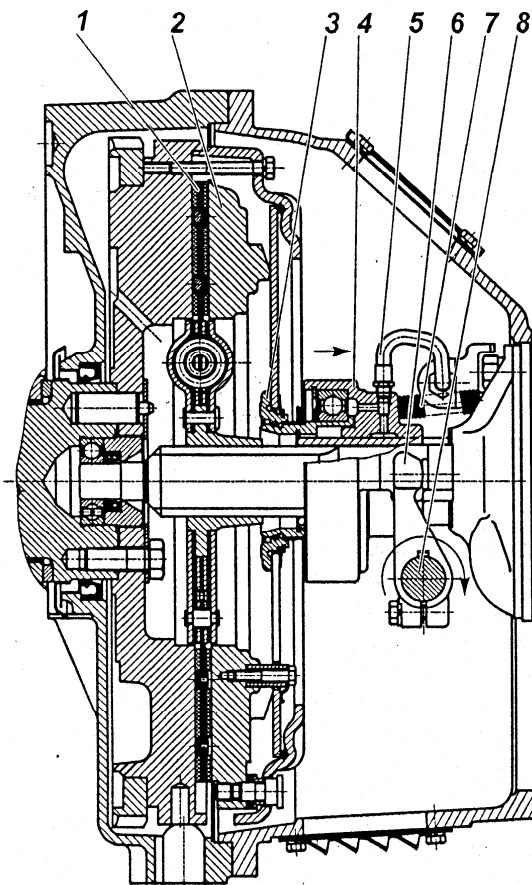
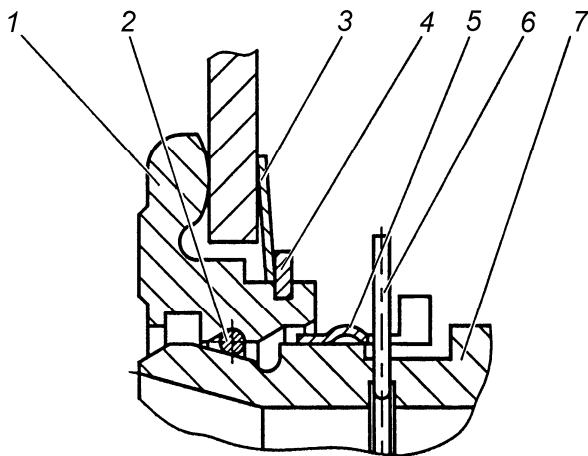

Рис. 106. Сцепление модели ЯМЗ-182:
Рис. 108. Запорное устройство:
Диафрагменное сцепление модели 182 (рис. 106) состоит из ведущих и ведомых частей, а также деталей механизма выключения сцепления, устанавливаемых в картер сцепления.
Механизм выключения сцепления состоит из муфты 4 (рис. 106) с подшипником, вилки 6 и валика 8. Муфта соединена через упорное кольцо 3 с диафрагменной пружиной с помощью запорного устройства.
Оттяжная пружина 7 (рис.106) исключает проворот и осевые перемещения втулки 7 (рис. 108) относительно упорного кольца 1 (рис. 108). По мере износа фрикционных накладок муфта выключения сцепления 4 (рис. 106) перемещается вместе с пружиной в сторону маховика, при этом конструкция привода выключения сцепления автомобиля или другого транспортного средства обеспечивает поворот вилки 6 (рис. 106) по часовой стрелке после выбора зазора между лапками вилки и муфтой за счет периодической регулировки привода или постепенный поворот за счет конструкции гидропривода.
Конструкция запорного устройства показана на рис.108. Она включает в себя упорное кольцо 1, втулку подшипника муфты 7 с фасонной канавкой, пружинное кольцо 2 круглого сечения, а также замковое кольцо 5. Упорное кольцо 1 устанавливается на диафрагменную пружину при сборке нажимного диска с кожухом и удерживается за счет пружинной шайбы 3 и стопорного кольца 4. На рисунке муфта заперта (соединена) с упорным кольцом. Внутри втулки подшипника муфты 7 установлено предохранительное кольцо 6, имеющее снаружи выступающий ус, препятствующий случайному разъединению муфты выключения сцепления и упорного кольца 1.
Выключение сцепления обеспечивается поворотом вала по часовой стрелке. Допустимое направление перемещения муфты и поворота вала для выключения сцепления показано на рис. 106 стрелками. Перемещение муфты и поворот вала в обратном направлении не допустимо.
- 5 С помощью специальной оправки сцентрировать кольцо 3 (рис. 106) относительно оси коленчатого вала двигателя.
- 2 Убедиться что муфта выключения сцепления отведена до упора в крышку подшипника первичного вала коробки передач пружиной 7 рис. 106.
Проверка качества установки сцепления (отсутствие "ведения", контроль величины крутящего момента на валу вилки) осуществляется на неработающем двигателе. Для этого необходимо повернуть вал вилки на угол  $9^{\circ}30' \dots 11^{\circ}$  по часовой стрелке, что соответствует перемещению муфты на 11...13 мм от двигателя. При этом выходной вал коробки передач, при включенной передаче, должен вращаться при приложении крутящего момента не более 5 Н·м (0,5 кгс·м). Поворот вала вилки выключения сцепления по часовой стрелке показан на рис. 106.
- 4 Совместить полукруглый паз на муфте выключения сцепления в передней ее части с выступающим усом предохранительного кольца 6 (рис. 108) и, утопив его каким-либо предметом, удерживать в утопленном положении через центральное отверстие муфты выключения сцепления.